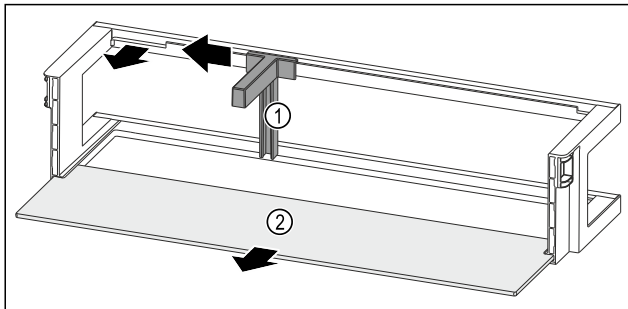

Fig. 97 带瓶托和搁板的门边存放架
- ▶ 将瓶托 Fig. 97 (1) 推至槽边。
- ▶ 取出瓶托 Fig. 97 (1)。
- ▶ 取出搁板 Fig. 97 (2)。